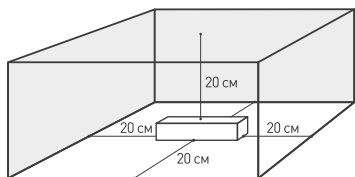

Рис. 1. Свободное пространство вокруг источника
- 4.2. Для нормальной вентиляции обеспечьте не менее 20 см свободного пространства вокруг источника питания, как изображено на рис. 1. При невозможности обеспечить свободное пространство используйте принудительную вентиляцию.